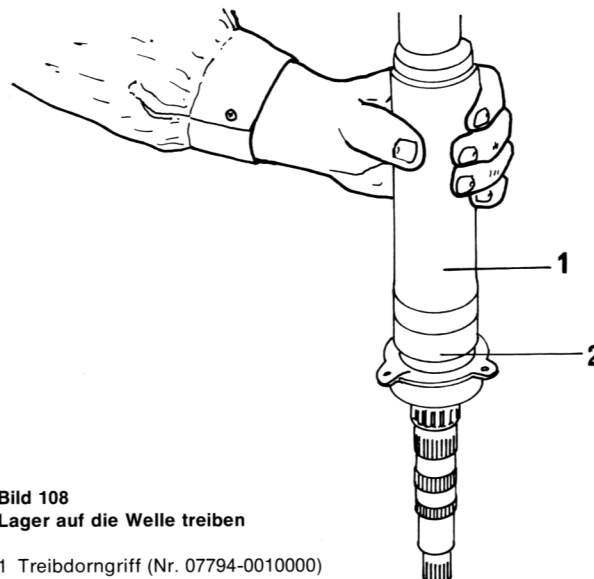

Bild 108
- Das Lager auf die Welle treiben (Bild 108).